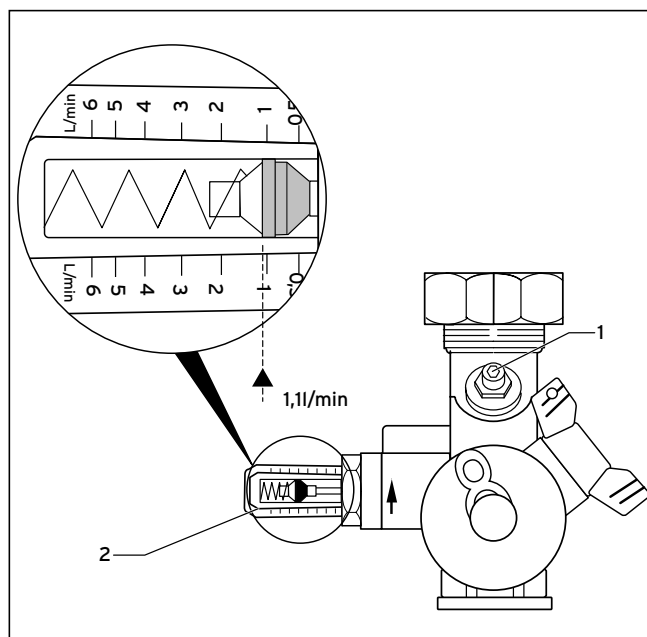

Fig. 9.2 Impostazione della portata in volume
Dopo una regolazione approssimativa mediante la pompa di circolazione, effettuare la regolazione fine con la valvola di regolazione (1) del limitatore di portata (vedere Fig. 9.2). Il valore impostato può essere letto sul display (2).
La superficie del collettore netta installata è di 7,05 m2. Moltiplicando per il valore della portata in volume specifica, pari a 0,66 l/m2·min, si ottiene una portata aritmetica di 4,6 l/min, che dovrebbe essere indicata dal limitatore di portata (vedere Fig. 9.2).
La superficie del collettore netta installata è di 6 m2. Moltiplicando per il valore della portata in volume specifica, pari a 0,4 l/(m2·min), si ottiene una portata aritmetica di 2,4 l/min, che dovrebbe essere indicata dal limitatore di portata (vedere Fig. 9.2).